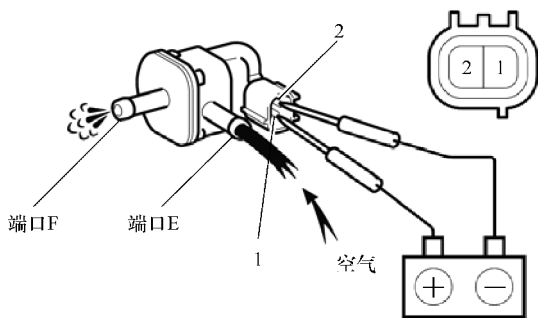

图 20-9 净化阀通电时
② 向端子 1 和 2 施加蓄电池电压，检查并确认空气能从端口 E 流到端口 F，如图 20-9 所示。